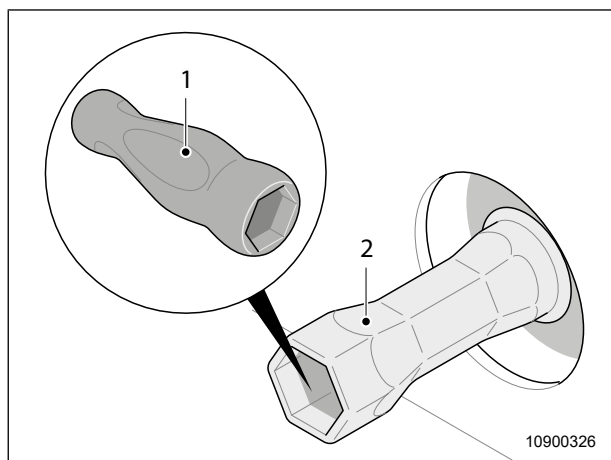

Fig. 65 Mutter till bakljus med handtag från fordonsverktygen
8. Lossa båda muttrarna (Fig. 65, pos. 2) till bakljuset med det handtag som hör till fordonsverktygen (Fig. 65, pos. 1) och skruva loss dem för hand.